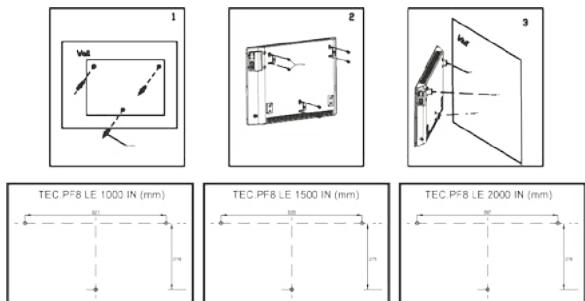

Рис. 3
## 4. ОПИСАНИЕ КОНВЕКТОРА (РИС. 3)
4. Согласно рис. 3 просверлите отверстия необходимого диаметра,
- Подвесьте конвектор на кронштейны и проверьте надёжность крепления (см. рис. 3).